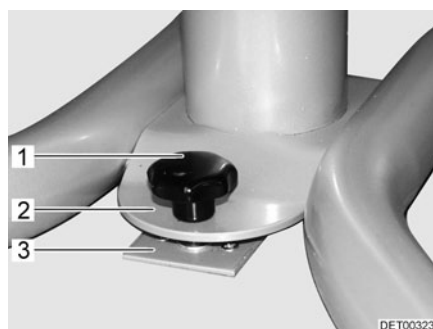

Fig. 85 Dispositif de blocage table fixe
- Placer la table fixe avec la plaque perforée (Fig. 85,2) sur le support (Fig. 85,3).
- Pousser la table fixe de telle sorte que la vis de fixation (Fig. 85,1) puisse être vissée dans le support (Fig. 85,3).